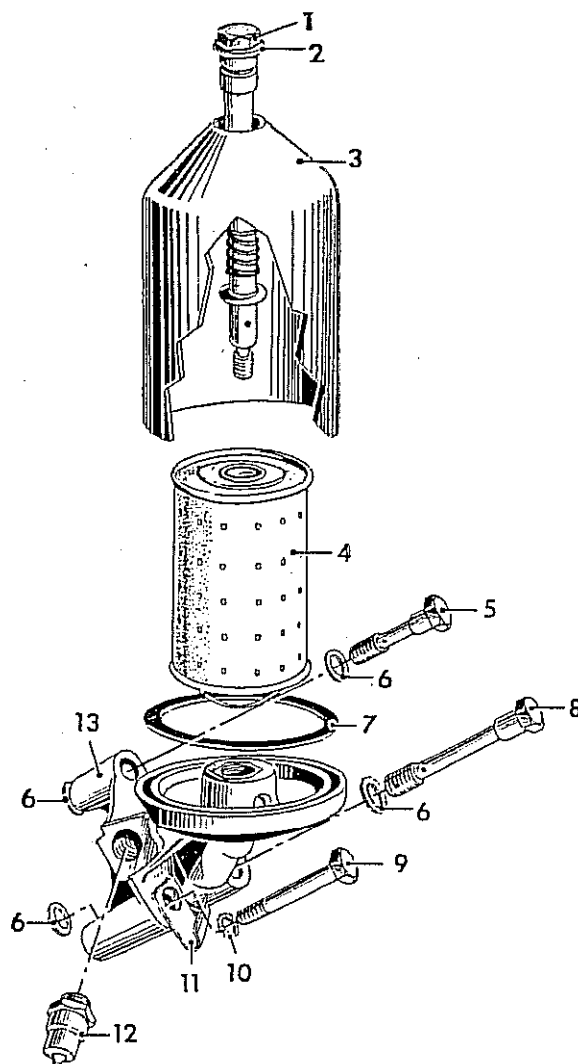

Fig. 106 — Filtro de aceite (despiece)
- 2) Instalar el bulbo indicador de presión de aceite en el cuerpo del filtro (12, Fig. 106). Esta operación debe realizarse antes de colocar el filtro en el block de cilindros para facilitar el montaje.
- 3) Colocar el filtro de aceite, instalando los bulones de entrada y salida de aceite del filtro (5 y 8 respectivamente, Fig. 106), con la precaución de colocar en cada bulón las dos arandelas de juntas correspondientes, una en la cabeza de cada bulón, las otras dos entre el cuerpo del filtro y el block de cilindros (6, Fig. 106).
Colocar el tornillo de fijación (9, Fig. 106), con su correspondiente arandela dentada (10, Fig. 106) y fijar con el mismo la grapa de sustentación del tubo de combustible (11, Figura 106). Colocar luego el cable del bulbo indicador de presión de aceite.